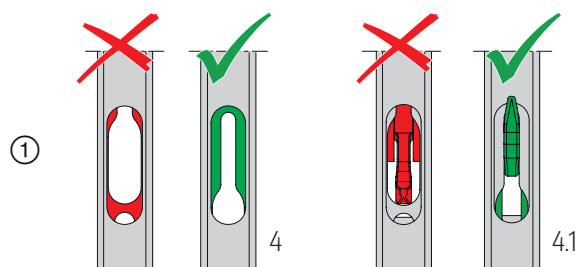

Abb. 49
**Hinweis:** Die Darstellungen zeigen die Getriebeverlängerung und das Getriebe für Bolzen, die Arbeitsschritte sind für alle Getriebearten gleich. ① Getriebe 4/4.1 in Verschlussstellung (abgesenkte Position) bringen; **Abb. 49**. ② Riegelverbindungsstück von